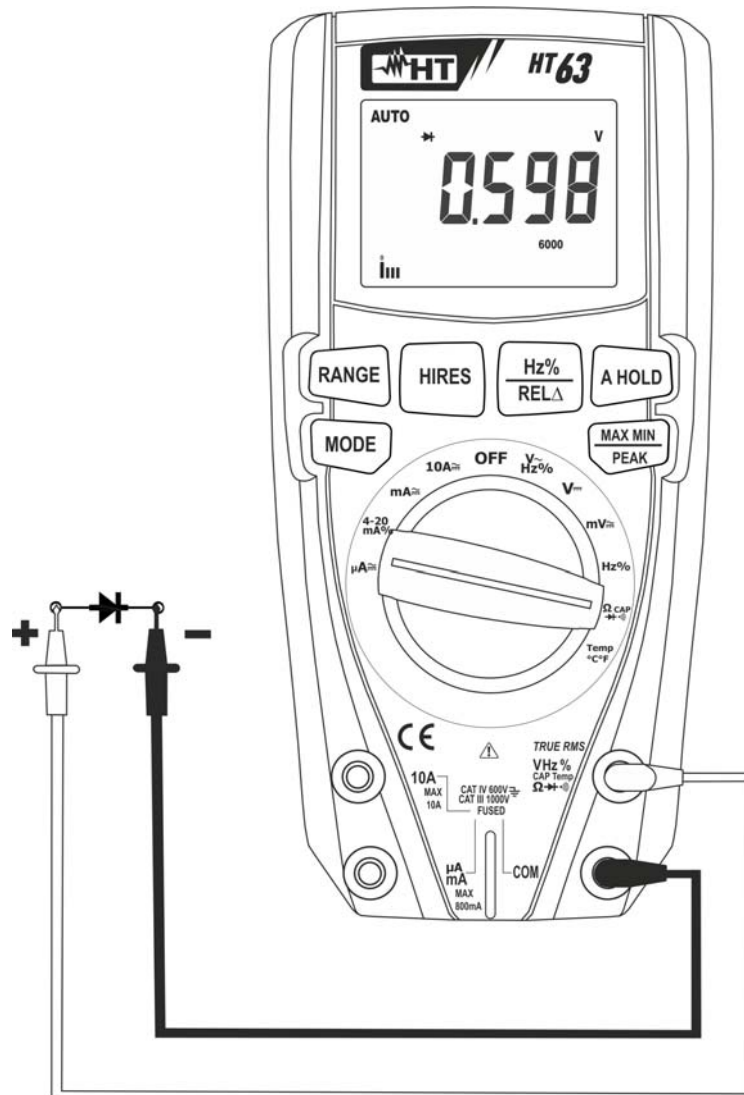

Abb. 6: Verwendung des Gerätes für Diodenprüfung
4. Verbinden Sie die Messleitungen mit den jeweiligen Enden der zu messenden Diode (siehe Abb. 6) und achten Sie dabei auf die angegebene Polarität.. Der Wert der direkt polarisierten Schwellenspannung wird im Display angezeigt.
6. Wenn das Gerät die Meldung "**O.L**" anzeigt, sind die Klemmen der Diode invertiert mit Bezug auf die Angabe in Abb. 6, oder die P-N Verbindung der Diode ist beschädigt.